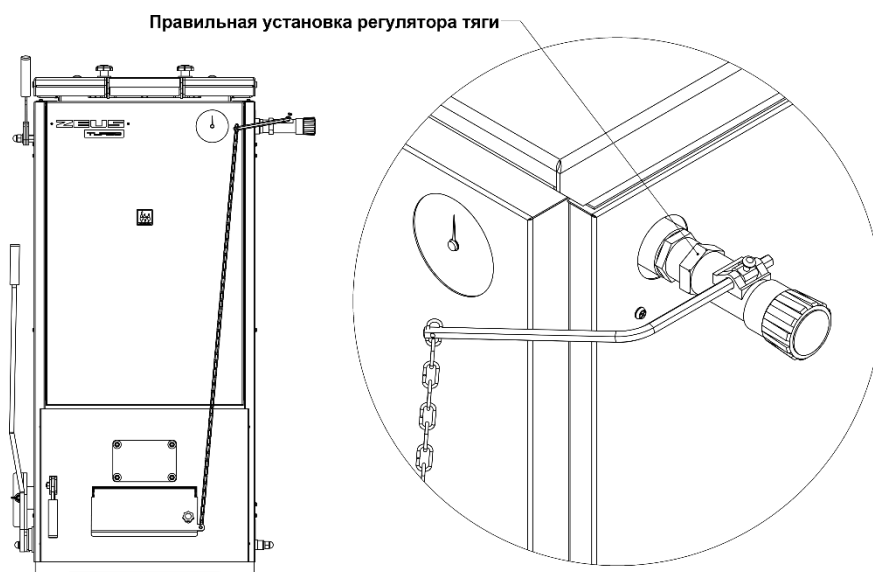

Рис. 16 Установка регулятора тяги
2. Выньте транспортировочную пластмассовую трубку и вместо нее вставьте шестигранный рычаг передней стороной, в которой нет отверстия и зафиксируйте рычаг затянув винт. Вставьте большой крючок цепочки в отверстие рычага. Регулятор тяги при этом должен быть установлен зажимным винтом вверх (рис. 16).